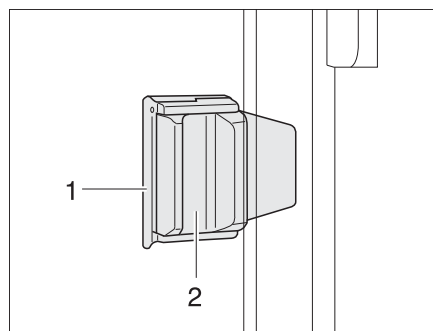

Fig. 58 Ventana corredera con con bloqueo corredizo
- Extraer el bloqueo (Fig. 58,1).
- Presionar el tirador (Fig. 58,2) y, al mismo tiempo, empujarlo hacia adelante o hacia atrás.
- Girar el botón de bloqueo (Fig. 58,1) en posición vertical.